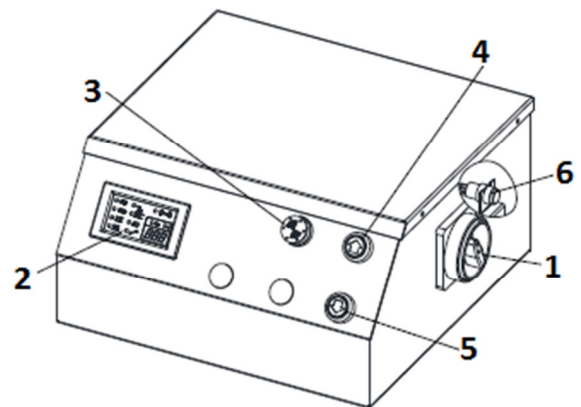

Abb. 8
3. Schalten Sie den Netzschalter ein (1, Abb. 8) bis I (AAN).
4. Drücken Sie nun die Lifttaste (4, Abb. 8), um die Zylinder mit Öl zu füllen.
5. Heben Sie den Aufzug durch Bedienung der Hebetaste (4, Abb. 8) bis der Aufzug sich vollständig gehoben hat.
6. Bedienen Sie folgend 10-15 Sekunden die IGNORIER-Taste (6, Abb.8). Zur Entlüftung der Zylinder generiert der Aufzug folgend einen extra Schlag von 70mm. Man kann jetzt Luftbellen passieren sehen in den transparenten Leitung.
7. Bedienen Sie nun die SENK-Taste (5, Abb.8) und die Plattform zu senken. Der Aufzug senkt folgend bis zur Fußsicherer Höhe von 400mm. Bedienen Sie die Taste erneut um den Senkvorgang bis zum Ende zu nutzen. Während diesem Senkvorgang hören Sie zur Warnung einen Signalton.